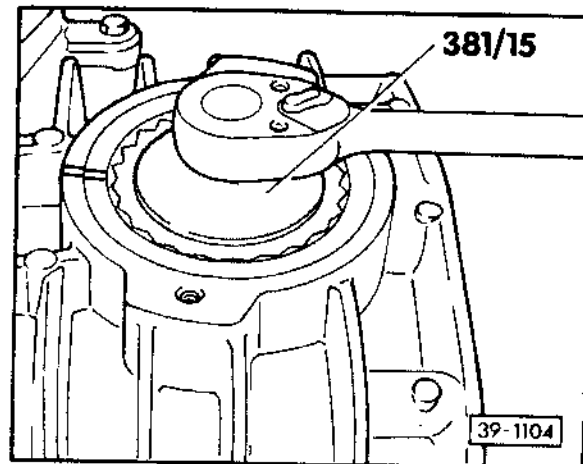

Abb. 4 Lagerring ausbauen
- ausbauen – Abb. 4
- vor Ausbau kennzeichnen – Abb. 4